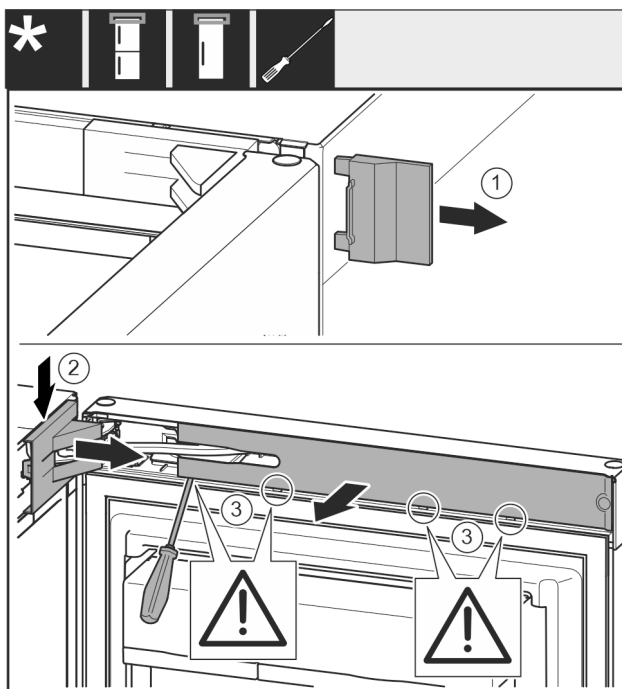

Fig. 9
- Hiqni kapakun mbulues Fig. 9 (1).
- Nxirrni nga foleja kapakun mbulues të bazamentit mbështetës Fig. 9 (2) dhe lirojeni.
- Hiqni kapakun mbulues të bazamentit mbështetës Fig. 9 (2).
- Nxirrni nga foleja panelin mbulues Fig. 9 (3) me një kaçavidë me kokë petë dhe shtyjeni anash.